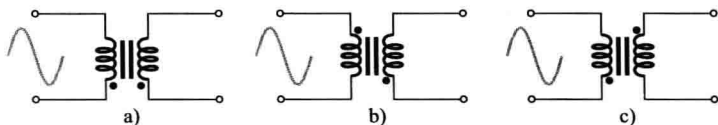

图 14-43
5. 求图 14-43 中各个变压器相对于一次电压的二次电压的相位。